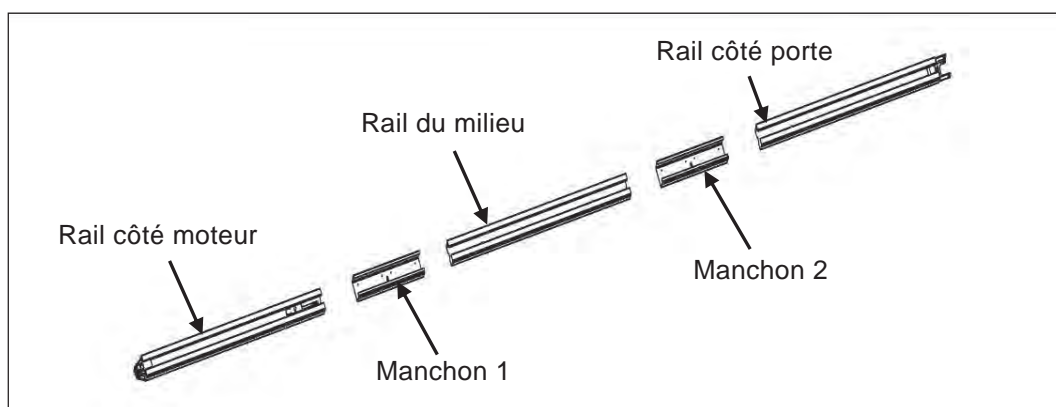

Fig. 8
2. Comme dans la Fig.8, faites glisser le 2^{ème} manchon à l'autre extrémité du rail du milieu, faites glisser le rail dans la 2^{ème} manchon ;